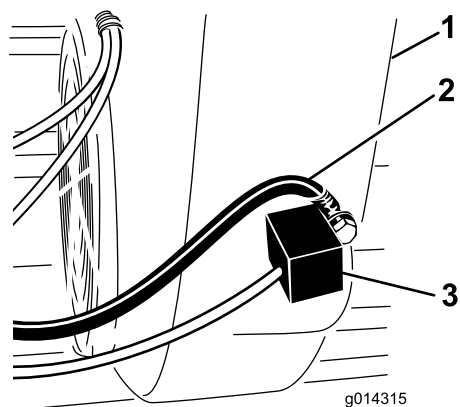

Figura 5
6. Localice el módulo de ignición del motor en la parte inferior de la cubierta del motor (Figura 5).